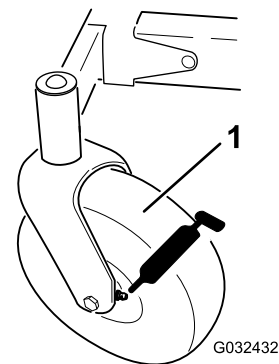
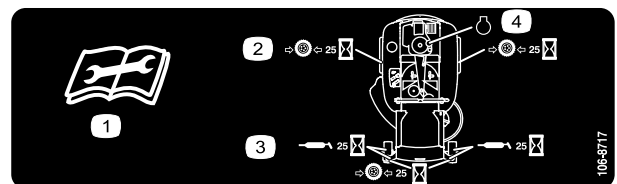

Figura 28
Figura 29
3. Limpie con un trapo los puntos de engrase (Figura 28 y Figura 29).
4. Conecte una pistola de engrasar a cada punto de engrase (Figura 28 y Figura 29).